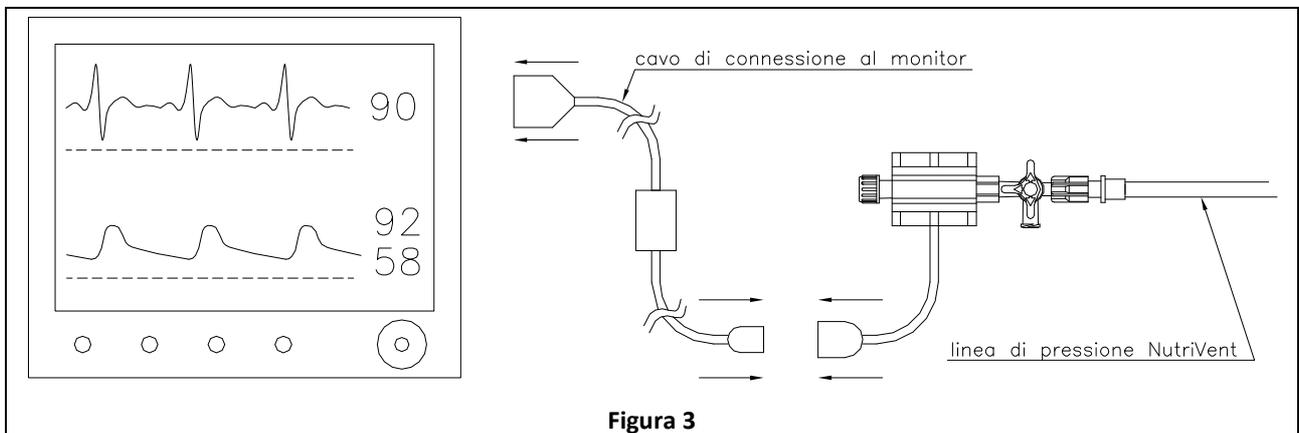

Figura 3
- 2) Connettere il trasduttore di pressione al monitor tramite il cavo dedicato (Figura 3).